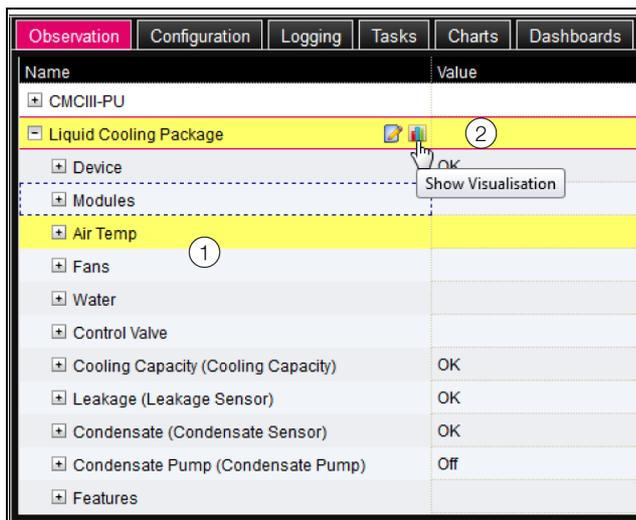

Abb. 117: Baumstruktur
Wenn nach Anwahl der Ebene „Liquid Cooling Package“ die untergeordneten Einträge „Device“, „Air“, „Water“ usw. angezeigt werden (Abb. 117) schalten Sie folgendermaßen auf die grafische Darstellung um:
- Drücken Sie das farbige „Grafik“-Symbol hinter dem Eintrag „Liquid Cooling Package“ in Form eines stilisierten Diagramms (Abb. 117, Pos. 2).
Die Anzeige wechselt in die Baumdarstellung (Abb. 117) und Sie können gezielt auf die einzelnen Einstellwerte für das Liquid Cooling Package zugreifen.